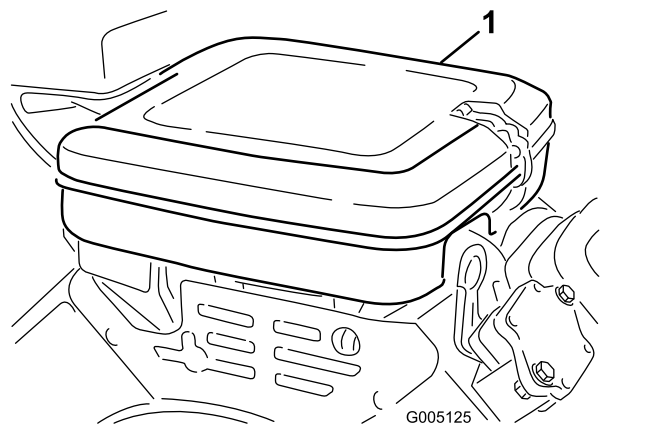

Bild 39
1. Reinigen Sie die Luftfilterabdeckung (Bild 39).